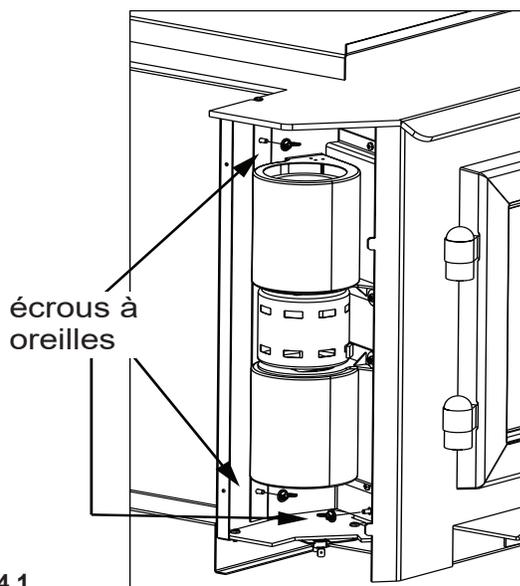

Figure 24.1
2. Utilisez un tournevis à tête cruciforme, retirez la vis 8-32, la rondelle et les assemblages de bague maintenant en place le panneau du côté gauche. Retirez le panneau (**Figure 24.1**).
4. Retirez les trois écrous à oreilles, comme il est indiqué à la **Figure 24.1**.